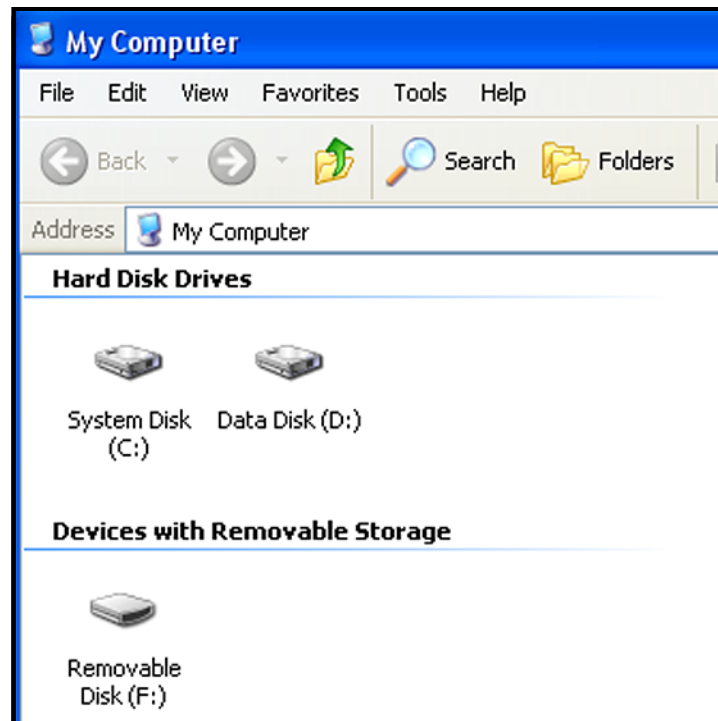

Figure 54: Kartenlesegerät suchen
1. Öffnen Sie auf dem PC den Ordner **Arbeitsplatz** und suchen Sie im Bereich *Geräte mit Wechselmedien* nach dem Kartenlesegerät. (Siehe Figure 54 unten).